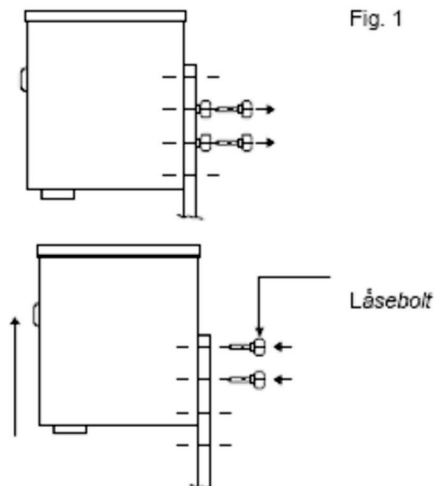

Fig. 2
2. Plasser et glass eller annen beholder under isrennen (fig. 2). (se også **POSISJONERING AV MASKINKROPPEN**).
**122 mm (laveste posisjon) - 172 mm (midtposisjon) - 222 mm (høyeste posisjon).** (fig. 2).